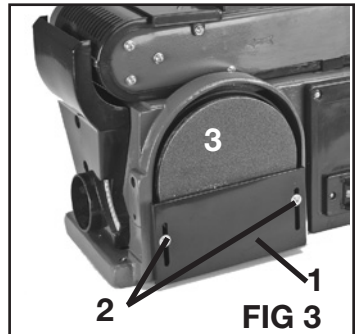

FIG 3
## Installation ou remplacement du disque de ponçage et du protection du disque (FIG 3)
2. L'aide d'un tournevis cruciforme, desserrer et retirer les deux vis (2) sur le protection du disque.
6. Réinstaller la protection du disque, comme illustré sur la figure 3. Le protection du disque peut être ajusté de haut en bas pour couvrir disque de ponçage pour plus de protection.